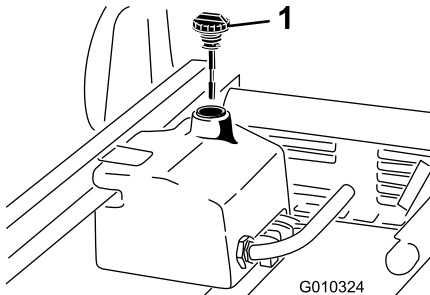

Bild 19
1. Reinigen Sie den Bereich um den Füllstutzen und den Deckel des Hydraulikbehälters (Bild 19).
3. Entfernen Sie den Peilstab (Bild 19) aus dem Füllstutzen und wischen ihn mit einem sauberen Lappen ab.